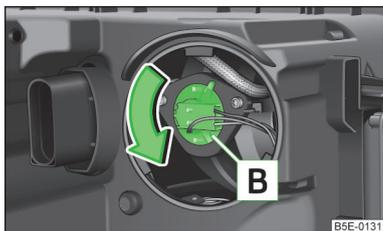

Abb. 215
- › Den Sockel **B** » Abb. 215 bis zum Anschlag **entgegen dem** Uhrzeigersinn drehen und herausnehmen.